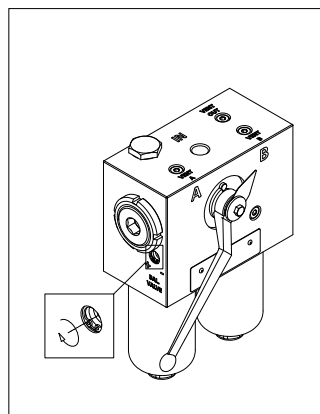

fig. 5
- (Fig. 5) Chiudere la valvola di bilanciamento avvitandola verso il segno “+”